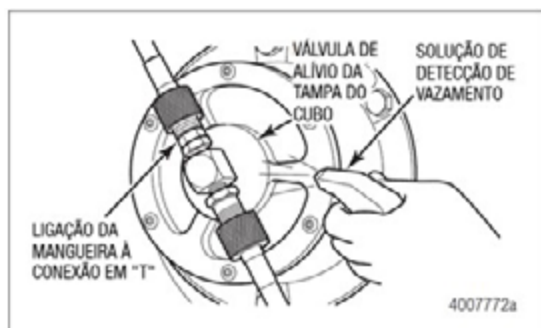

Figura 3.33
1. Borrife uma solução não corrosiva para detecção de vazamentos. Verifique a ligação da mangueira com a conexão em "T" e a válvula de alívio da tampa do cubo para vazamentos. Figura 3.33.